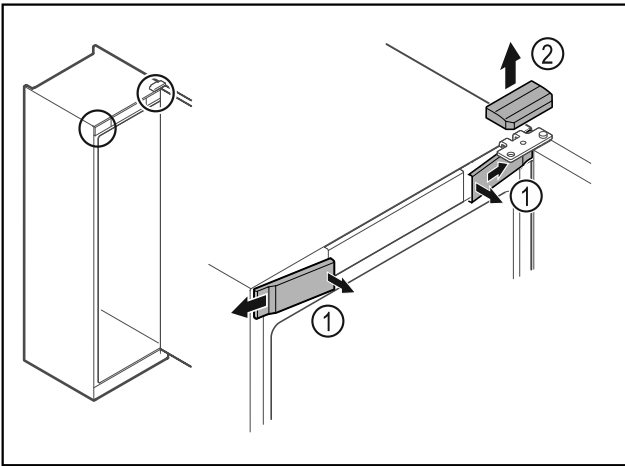

Fig. 10
- ▶ Voorste afdekkingen Fig. 10 (1) binnen ontgrendelen en naar de zijkant toe verwijderen.
- ▶ Bovenste afdekking Fig. 10 (2) naar boven toe verwijderen.